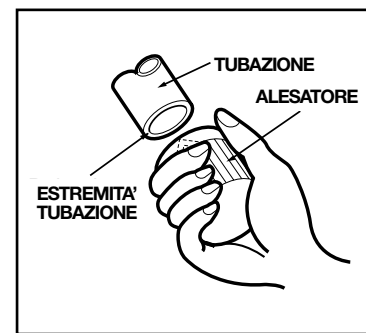

fig.13
- 2b. Durante l'asportazione delle bave, mantenere il tubo inclinato verso il basso, per evitare la caduta di frammenti di rame al suo interno. (fig.13)